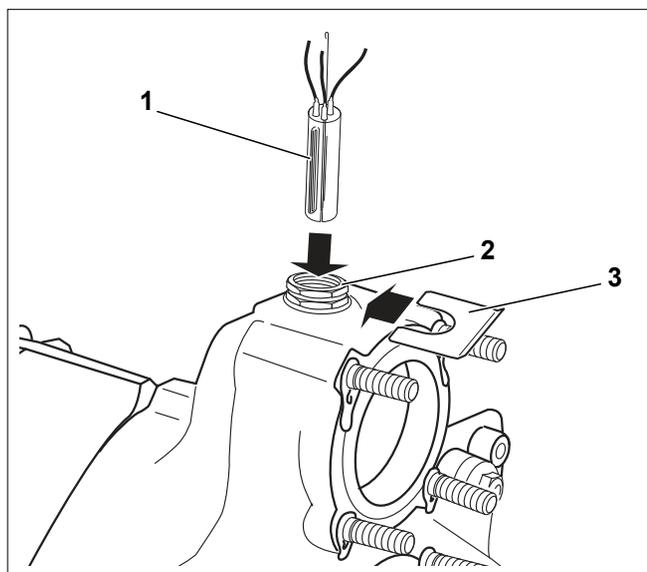

Рис. 45 Установка датчиков
- ▶ Проложите капиллярные трубки с датчиками к месту измерения на котле, там вставьте датчики в погружную гильзу (рис. 45, [2]) и закрепите фиксатором (рис. 45, [3]).